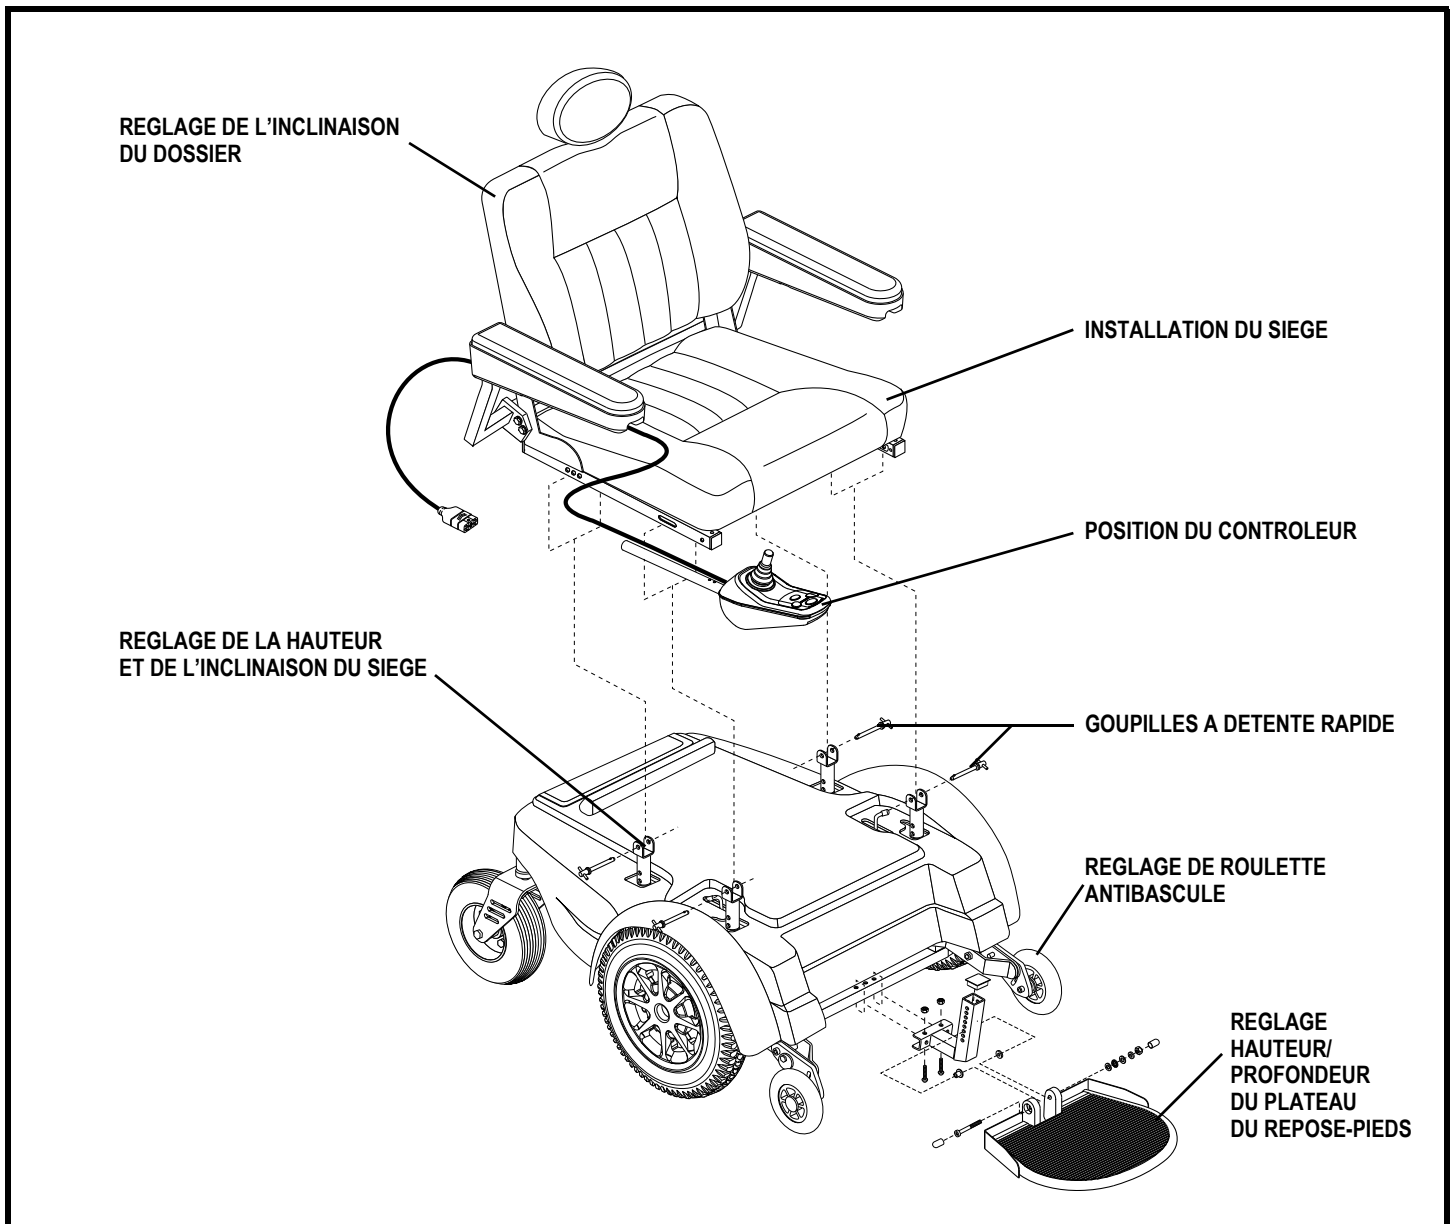

Figure 9. Vue de l'assemblage du fauteuil Jazzy 1170XL Plus
Il se peut que vous ayez à faire un assemblage partiel de votre fauteuil avant la première utilisation ou après l'avoir transporté. Il se peut vous ayez à le démonter partiellement pour faire des réglages confort. **Figure 9** montre les composantes du fauteuil motorisé qui sont conçues pour être soit assemblées ou démontées par son utilisateur ou une personne qualifiée.
2. Retirez les goupilles à détente rapide de chacune des quatre tourelles. **Voir la figure 9.**